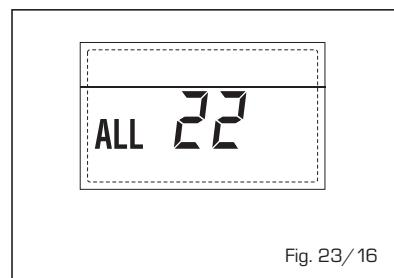

Fig. 23/16
- ANOMALÍA AVERÍA SONDA IMPULSIÓN SEGUNDA ZONA MEZCLADA "ALL 23" [fig. 23/17]